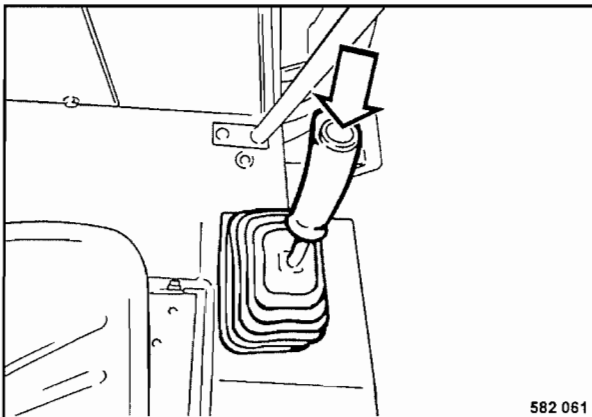

Fig. 44
- Al accionar el botón pulsador (Fig. 44) situado en la palanca de marcha durante el servicio de marcha y se produce la vibración del rodillo.